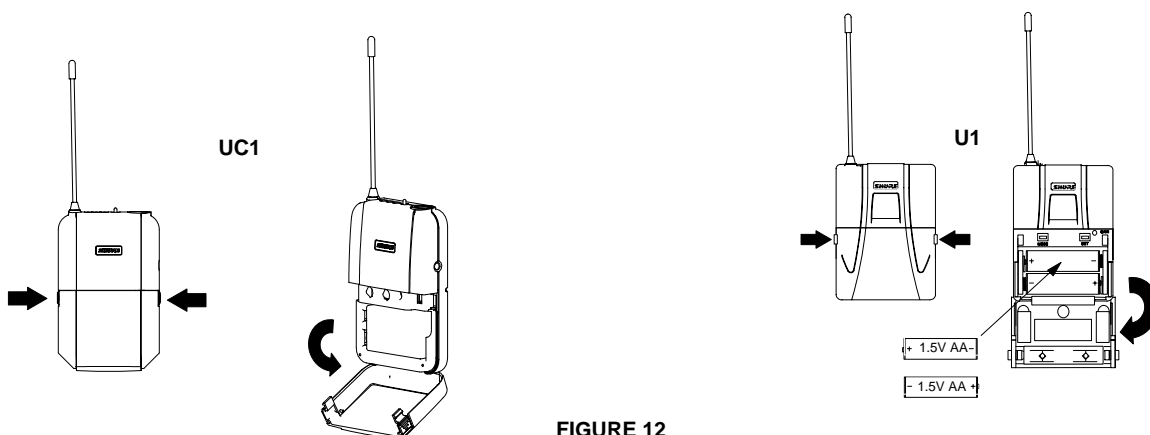

FIGURE 12
2. Ouvrir le compartiment pile du transmetteur en appuyant sur les deux languettes de chaque côté du transmetteur. Puis ouvrir le culot à pile. Voir la figure 12.